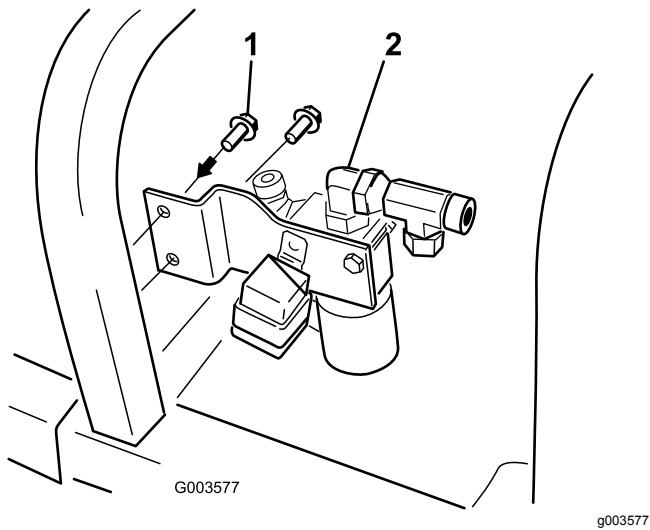

Bild 13
7. Befestigen Sie die Ventilhalterung mit zwei Gewindeschrauben ($9/32$ " x $\frac{3}{4}$ ") am Maschinenrahmen, siehe Bild 13.